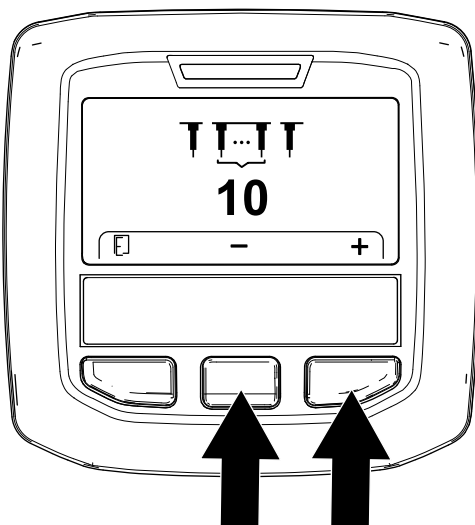

Bild 62
- Stellen Sie die Anzahl der Tines (Bild 62) wie folgt ein: